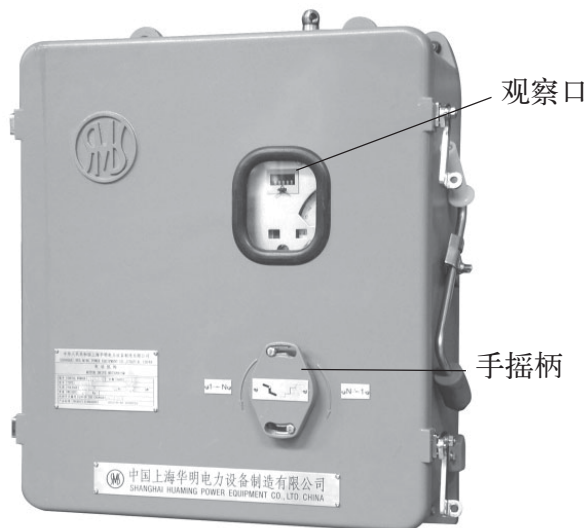

图 1
CMA9型电动机构(图1、2)用于驱动有载分接开关,也可用于驱动某些无载分接开关。
3.1.1 机箱(见图 1)
控制机构(见附图 1)配置于传动机构的一侧，它包括一个推动凸轮开关的凸轮盘，一个级进位置显示盘和一个机械位置指示器，级进位置显示盘每切换一级转一圈，绿色区域表示凸轮开关处于静止位置，绿色区域中央的红色标志线表示变换动作的开始位置。